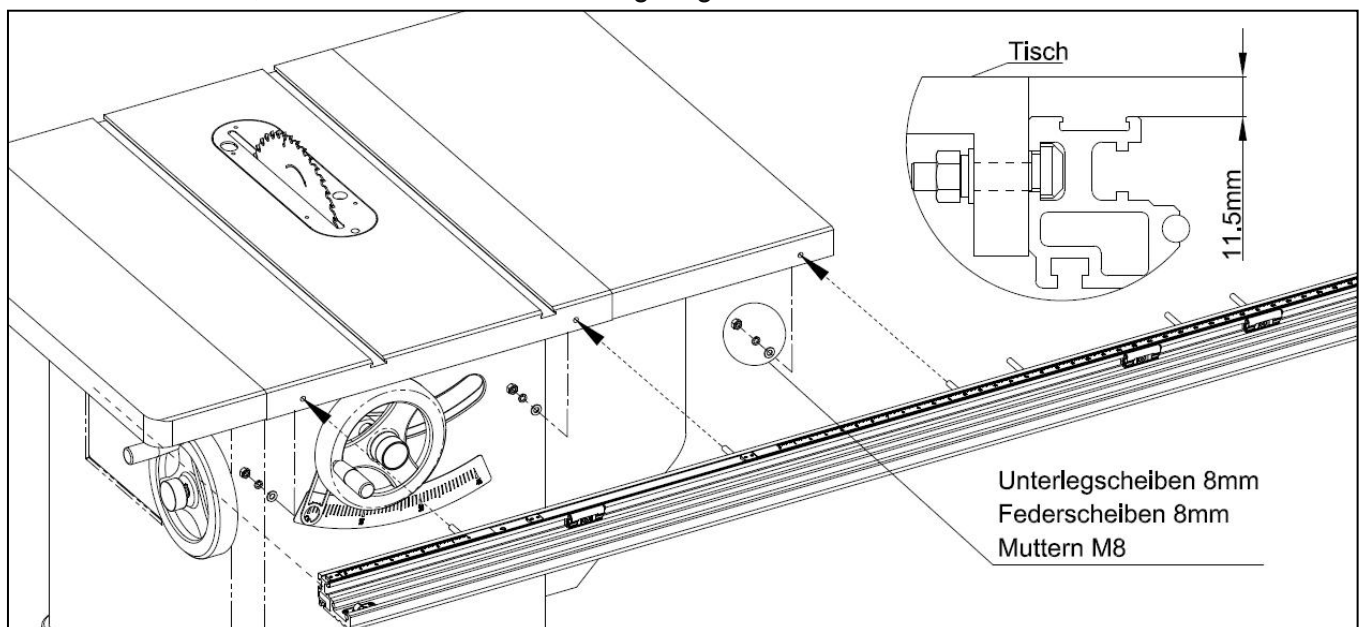

Abb. 6-4
(2) Wie in **Abb. 6-4** gezeigt, installieren Sie die vordere Führungsschienenbaugruppe und befestigen Sie die Muttern sicher. Stellen Sie sicher, dass die Oberfläche der Führungsschiene 11,5 mm unter der Arbeitsoberfläche des Tisches positioniert ist und dass das Ende der Führungsschiene mit der äußeren Kante des linken Flügels ausgerichtet ist, bevor Sie sie festziehen.